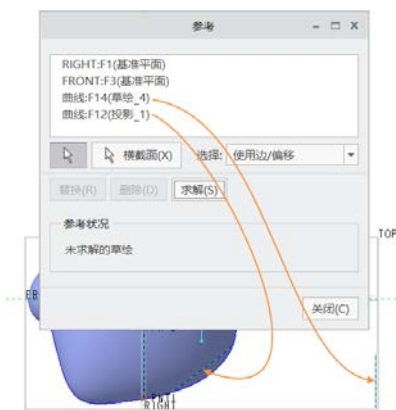

图 13-125 “参考”对话框
③ 在功能区“草绘”选项卡的“设置”面板中单击“参考”按钮, 弹出“参考”对话框, 在图形窗口中选择“草绘 4”曲线和“投影 1”曲线作为新绘图参照, 如图 13-125 所示。然后单击“参考”对话框中的“关闭”按钮。